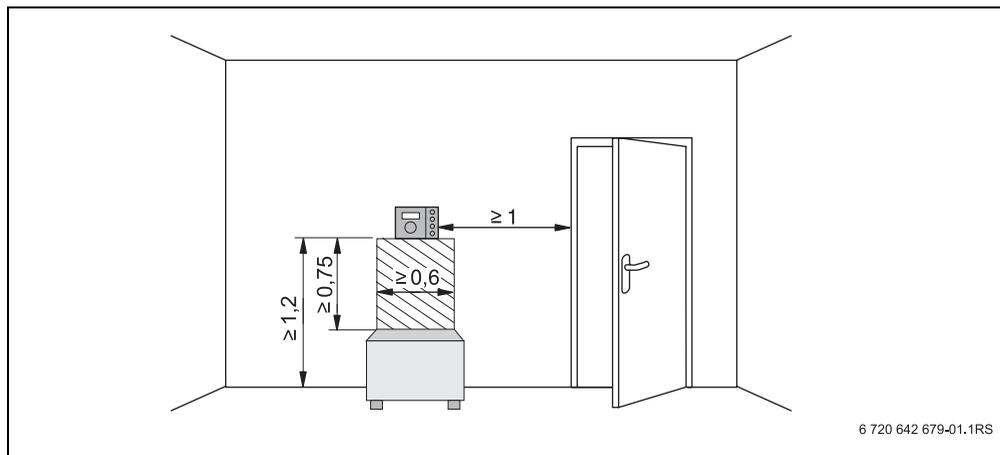

Рис. 1 Минимальные расстояния для установки прибора в контрольном помещении
- Устанавливайте прибор на внутренней стене (→ рис. 1).
- Для правильного измерения температуры оставьте свободное пространство под пультом управления (→ рис. 1, заштрихованная область).